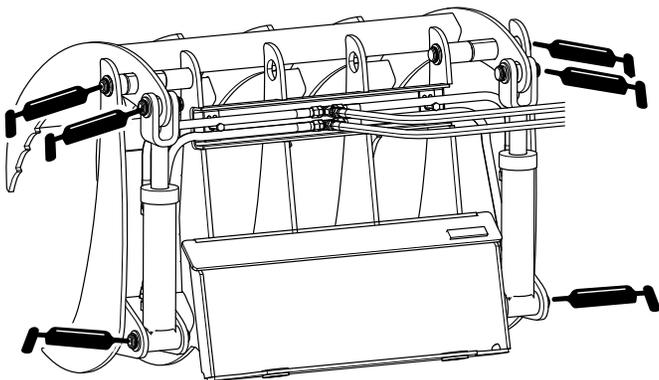

Figura 8
4. Conecte una pistola de engrasar a cada punto de engrase (Figura 8).